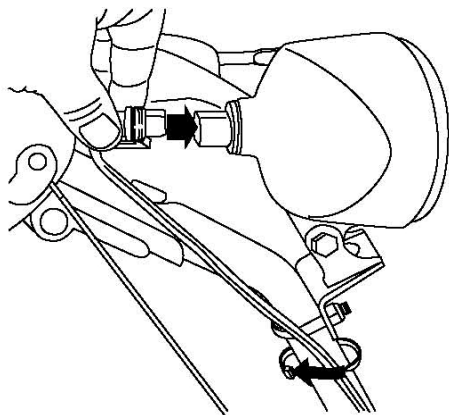

Рисунок 12.
1. Вставьте соединитель провода в свободный конец провода на задней стороне фары, пока он надежно не встанет на место (Рис. 12).
Уточнение: Убедитесь, что пластиковый зажим на соединителе провода находится сверху (Рис. 12).
2. Закрепите хомут (он находится в пакете с деталями) вокруг провода и рукоятки на около 2,5 см ниже U-образного болта (рис. 12).